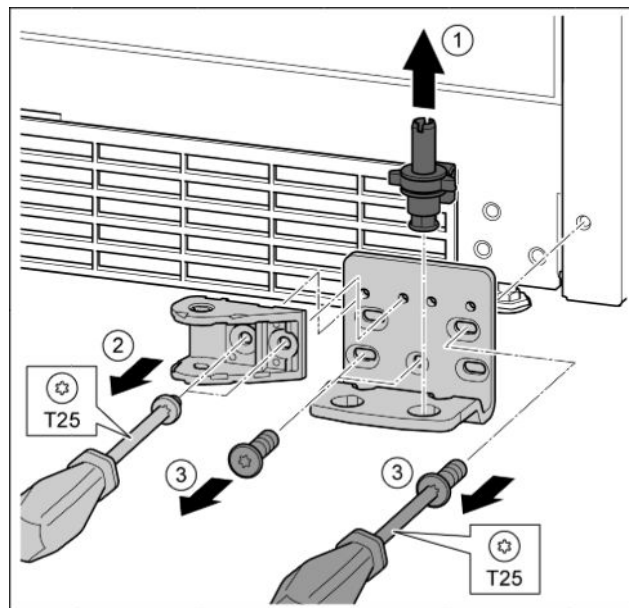

Fig. 27
- ▶ Ložiskový čep celý vytáhněte nahoru. Fig. 27 (1)
- ▶ Vyšroubování šroubů pomocí šroubováku T25 a sejmutí stojanu ložiska Fig. 27 (2)
- ▶ Šroubovákem T25 vyšroubujte šrouby a sejměte stojan ložiska. Fig. 27 (3)